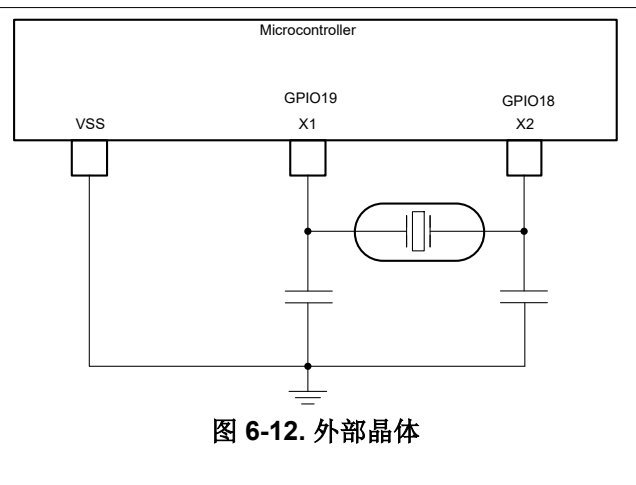

图 6-12. 外部晶体
- 外部晶体。如图 6-12 所示，晶体应连接在 X1 和 X2 之间，其负载电容器连接至 VSS。